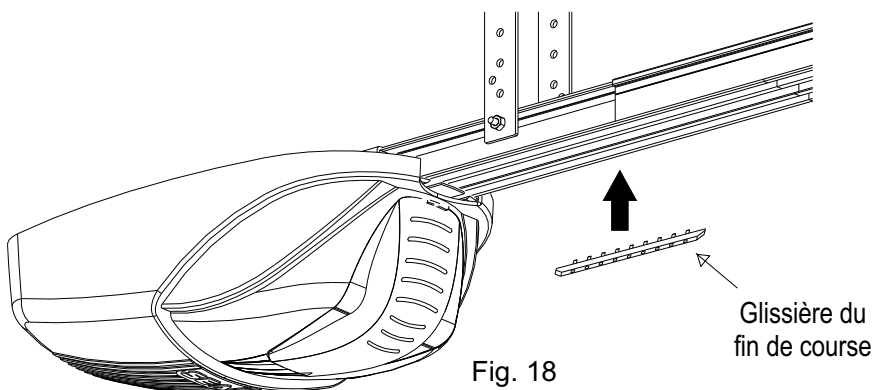
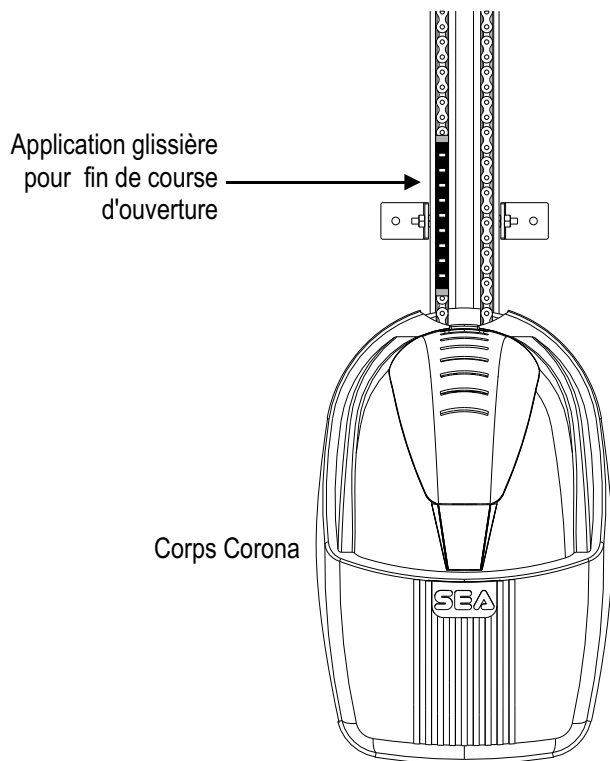
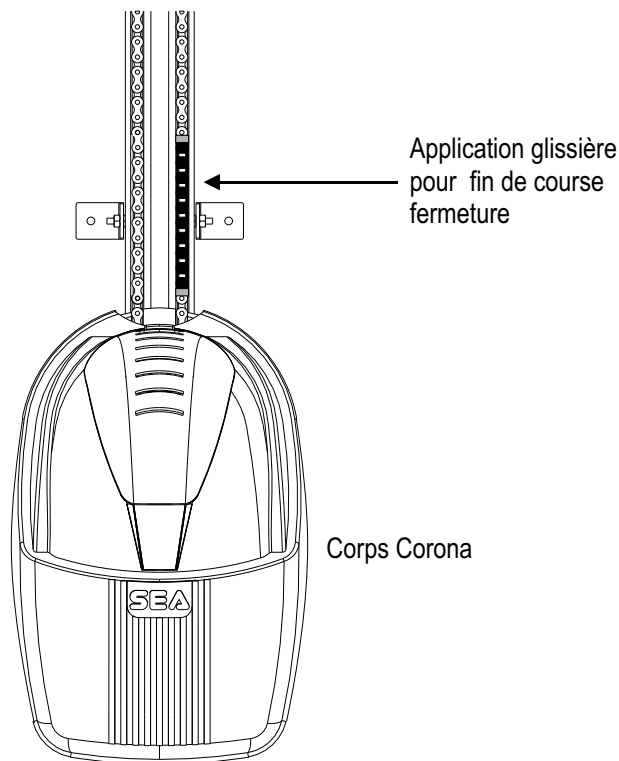

Fig. 18
Fig. 19a
Fig. 19b
- Fixer la glissière fin de course (Fig. 18) le plus près possible au corps du Corona auprès du galet de l'interrupteur comme dans Fig. 19a.
- Fixer la glissière fin de course (Fig. 18) le plus près possible au corps du Corona auprès du galet de l'interrupteur comme dans Fig. 19b.